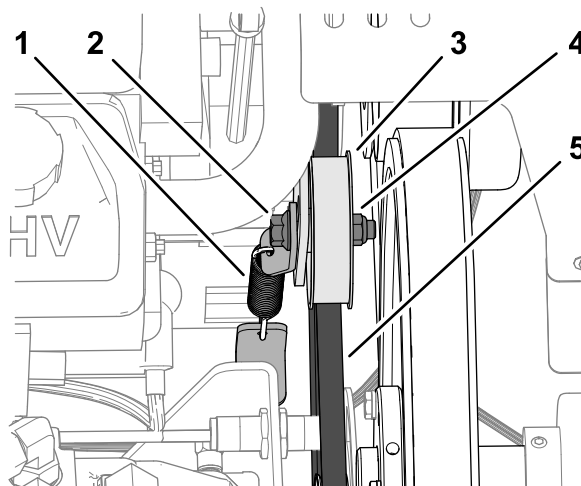

Figura 165
3. Slăbiți dopul filetat cu guler și contrapiulia cu guler care fixează roata de curea liberă pentru cureaua pompei hidraulice, până când urubul se micșorează în fanta suportului rotorului (Figura 165).